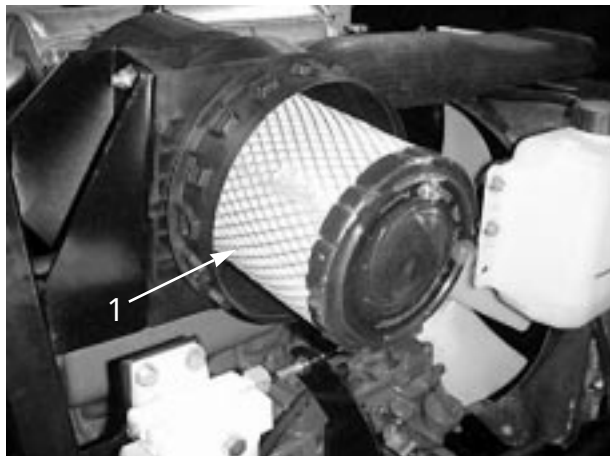
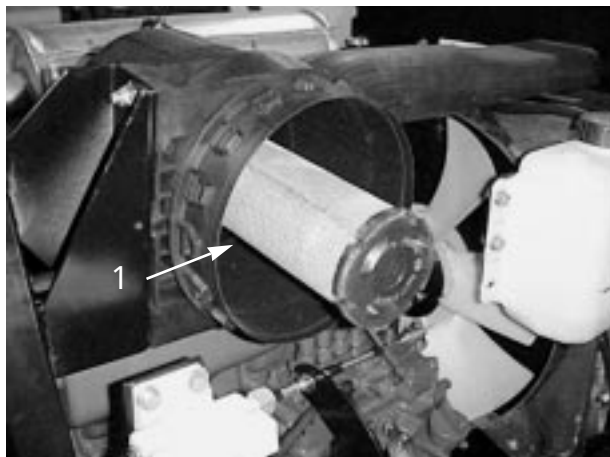

図 29
図 30
2. 一次フィルタ(図29)を静かに引き出す。ごみが落ちるので、フィルタをボディーに打ちつけないように注意すること。また、安全フィルタ(図30)は取り出さないこと。
重要 安全フィルタ(図30)は絶対に洗わないでください。安全フィルタは、一次フィルタの3度目の整備時に新品に交換します。